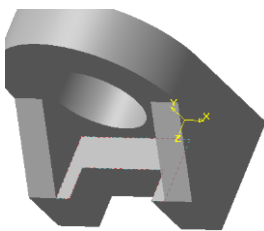

Рис. 26. Зеркальная копия бокового прилива для полки.
25. Модель построена (рис. 26).